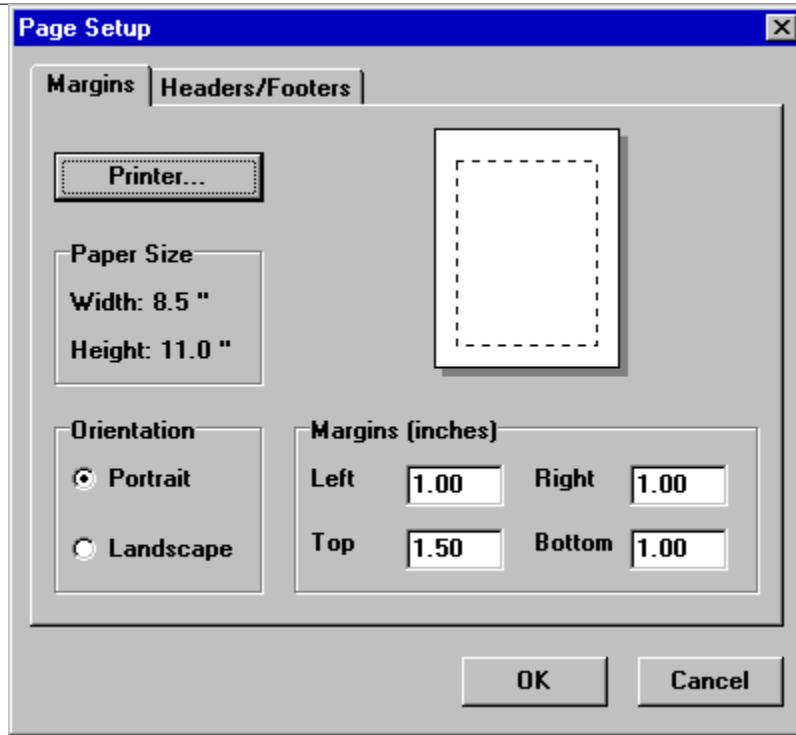

Fig. 10.1: cuadro de diálogo Page Setup (Configuración de página).
2. Haga clic en el botón **Printer** (Impresora) del cuadro de diálogo Page Setup (Configuración de página) que aparece (consulte la fig. 10.1).
La pantalla del menú del cuadro de diálogo Page Setup (Configuración de página) se muestra en la fig. 10.1. Para dar formato a la página impresa, siga estos pasos:
2. Use la página Margins (Márgenes) del cuadro de diálogo Page Setup (Configuración de página) que aparece (fig. 10.1) para: